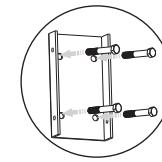
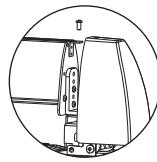
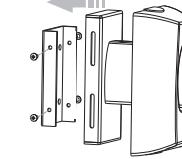

图5
图7
图6
- 2 把墙壁固定件安装到墙壁上(根据墙壁的材质选择配件中的螺丝, 配件7适用于混凝土墙壁, 配件8适用于木板墙壁)如图5。然后, 把支杆总成安装到墙壁固定件上, 以螺丝(配件5)紧固, 再将安装支架(已安装于投影机上)扣在角度调节器的挂扣上, 然后装上(配件④)螺丝, 如图6。把顶盖套入安装前端, 紧固螺丝(配件6), 如图7。